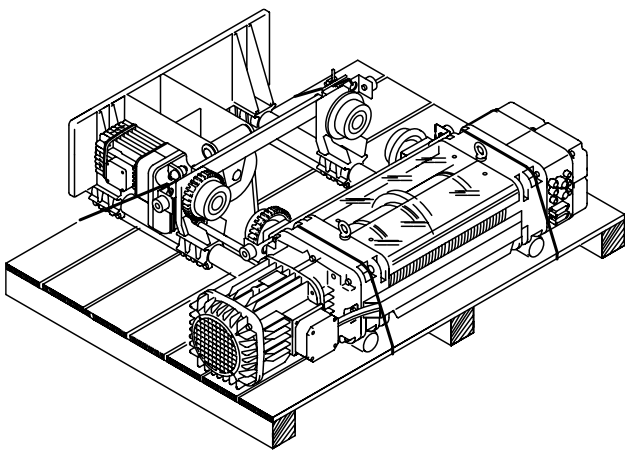

fig. 45
1. Dopo aver dotato il paranco/carrello, ove necessario, degli eventuali dispositivi mancanti (comandi), qualora non fosse già disposto su bancale (pallet), provvedere a ciò di conseguenza, posizionandolo e legandolo solidamente in modo da garantirne la massima stabilità (fig. 45).